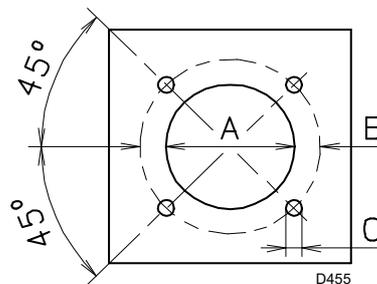

Abb. 12
Die Verschlussplatte der Brennkammer, wie auf Abb. 12 dargestellt, aufbohren (Tab. J). Die Position der Gewindebohrungen kann mit dem zur Grundausstattung gehörenden Wärmeschild ermittelt werden.
- Den gesamten Brenner in das vorher gesetzte Bohrloch des Heizkessels einpassen (Abb. 12) und mit den beige packten Schrauben befestigen.